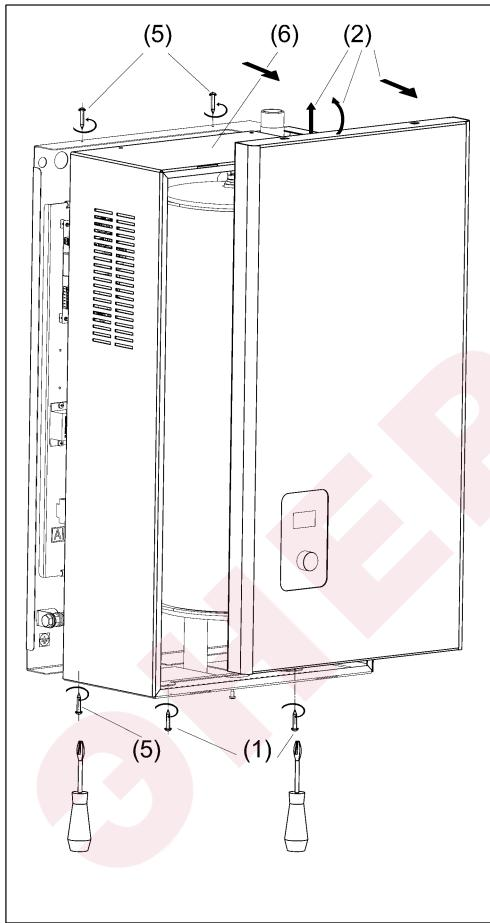

Рисунок 6. Снятие лицевой панели и кожуха
(3) Снимите кожух прибора (см. рис.6).
(4) Выполните установку и фиксацию прибора на вертикальное основание.
(5) Выполните электрическое подключение прибора к сети и электромонтаж других компонентов (контактор, насос, 3-ходовой клапан ГВС, датчики температуры и т.п) согласно требованиям раздела 6.
(6) Установите кожух прибора.
- (1) Выверните два самореза с нижнего торца панели (см. рис. 6).
- (2) Выдвиньте лицевую панель на себя и слегка приподнимите.
- (3) Отсоедините шнур коммутационный от блока управления (разъём подсоединен с тыльной стороны).
- (4) Уберите панель в сторону в безопасное место
- (5) Выверните четыре самореза с нижнего и верхнего торца кожуха (см. рис.6).
- (6) Снимите кожух